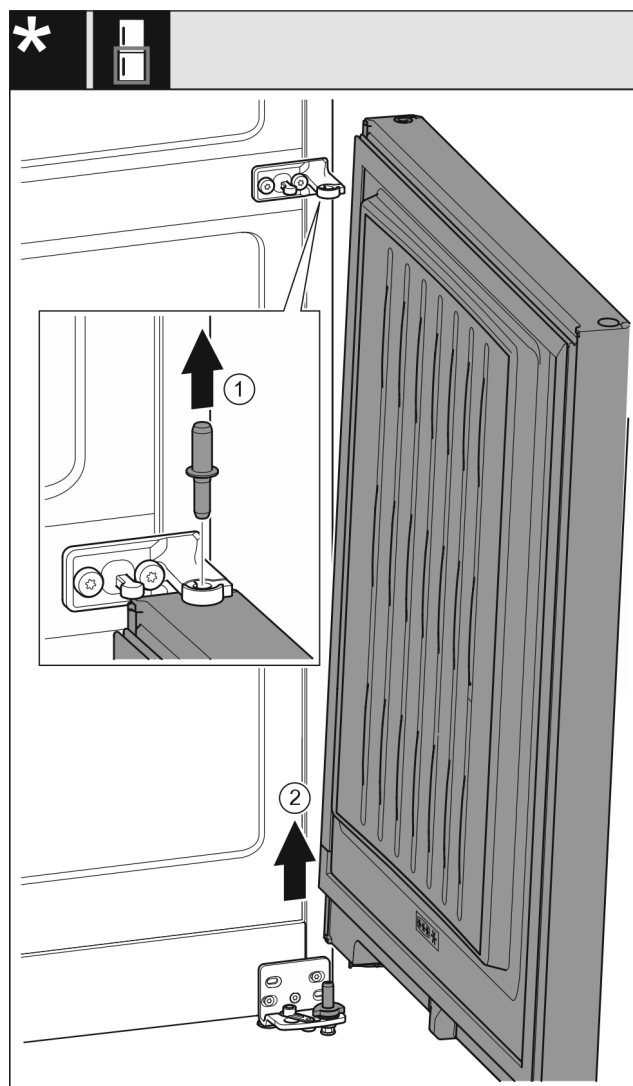

Fig. 9
- Træk boltene Fig. 9 (1) op og ud.
- Sving døren Fig. 9 (2) ud, træk den op, og læg den til side.